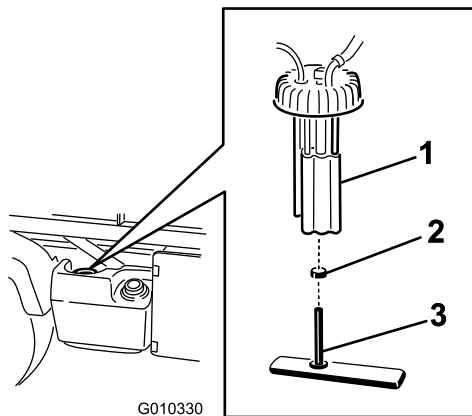

Figura 39
2. Desenchufe los conectores del arnés de cables de la bomba de combustible (Figura 39).
3. Afloje la abrazadera y desconecte el tubo de combustible del tapón de la bomba de combustible (Figura 39).
4. Desenrosque el tapón de la bomba de combustible de la parte superior del depósito de combustible (Figura 39).
5. Retire el conjunto de la bomba de combustible y el filtro de combustible del depósito (Figura 39).
7. Retire el tubo del acoplamiento (Figura 39).